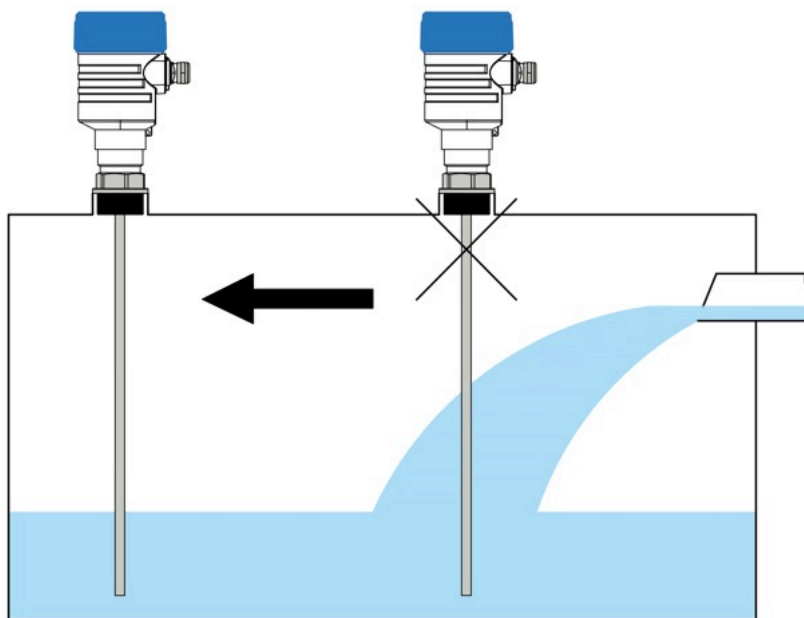

Рисунок 4 – Пример правильного и неправильного расположения уровнемера
- при установке на пластиковой емкости (рисунок 4) необходимо использовать металлические фланцы диаметром Ду50 (1) и более или металлический лист диаметром не менее 200 мм (2);